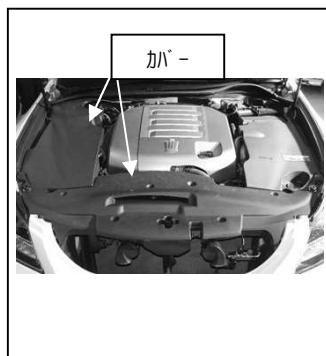

図1
- ①クリップを外し、EGルームカバーを取り外します。図1参照